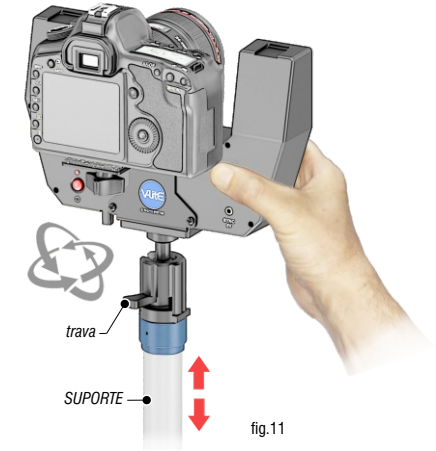

fig.11
- 4 - Para alinhar a *CÂMERA FOTOGRÁFICA* com a *Face do(a) modelo(a)*, ajuste a altura do *SUPORTE (TRIPÉ ID / BRAÇO DESLIZANTE)*. Outro ajuste que pode ser feito é através da *trava* da *Cabeça Bola*. Segure firme com uma das mãos o *FLASH ID BIO*. Solte a *trava*, faça o ajuste necessário, gire a *trava* no sentido contrário até notar que o *FLASH ID BIO* está firme. (fig.11)